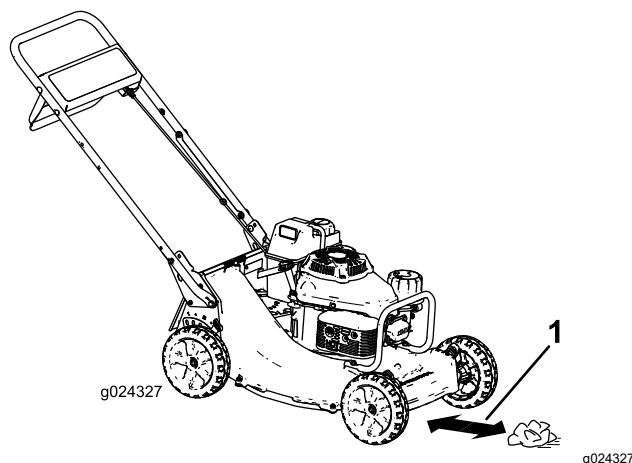

Figura 18
4. Coloque la bola de papel de periódico a unos 13 cm (5") por delante de la máquina (Figura 18).